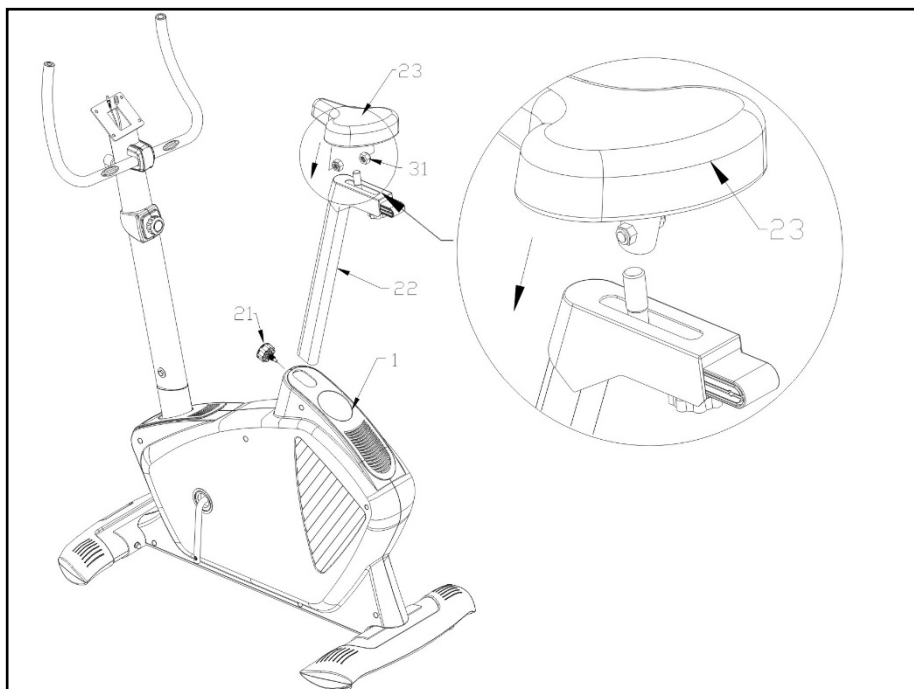

Рис. 6
Выверните винты (25) с задней стороны монитора, затем поместите монитор поверх основной стойки в направлении стрелки, рис.6, следя за тем, чтобы не защемить ни один из кабелей. Установите винты на место и затяните их, подсоедините клемму рукоятки (26) к разъему (32) на задней панели монитора, а клемму обратной связи (9) - к разъему (30), как показано на рис.6.